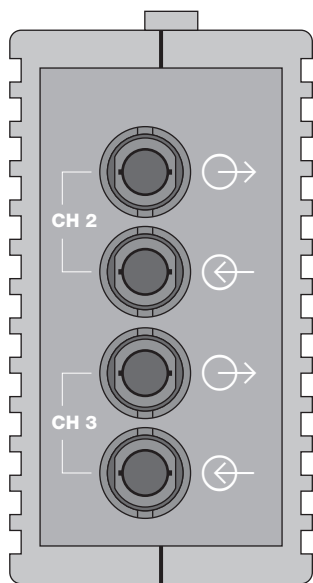

Fig. 8: Vue de la face de dessous du module avec les canaux optiques 2 et 3 (appareils avec deux canaux optiques).
- Percer trois orifices dans la plaque de montage selon le schéma de perçage représenté dans la figure 8.